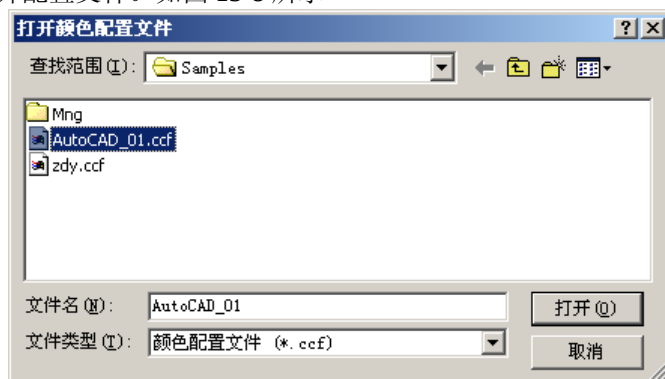

图 13-8 打开颜色配置文件
- 单击【加载配置】按钮 **加载配置...**，在【打开颜色配置文件】对话框中，指定配置文件的名称和保存路径，打开配置文件。如图 13-8 所示